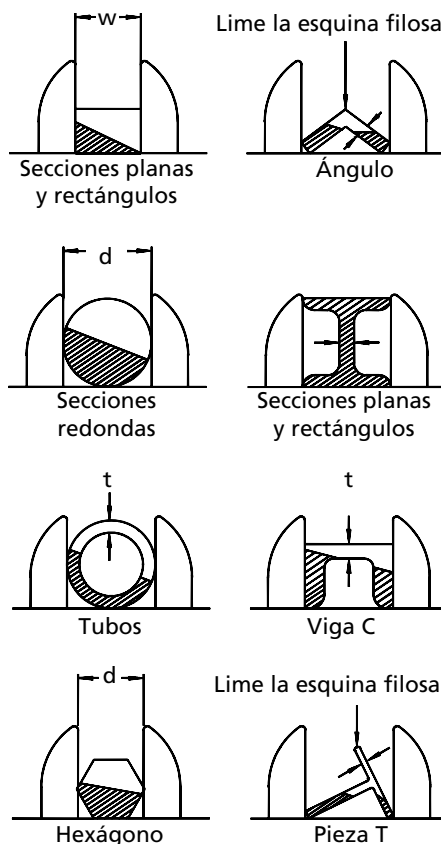

Figura 6 – Configuraciones de Fijación y Cálculo del Grosor Promedio
Consulte la Figura 6.
1. La pieza deberá descansar totalmente plana sobre la base de trabajo sin ningún apoyo lateral. En la Figura 6 en la página 6 se muestran algunas posiciones recomendadas.
6. Las secciones planas y los rectángulos tienen grosores promedio de w (véase la Figura 6).
Al escoger una hoja, el tamaño total de la pieza de trabajo no es tan importante como su grosor promedio. El grosor promedio (**w, d o t**) es el ancho promedio del material con el cual la hoja entrará en contacto durante cada corte. En la Figura 6 se muestra la manera de calcular el grosor promedio.